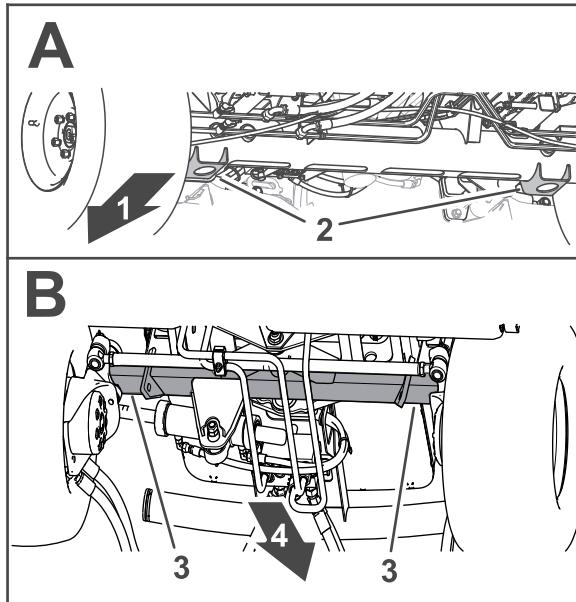

Рисунок 40
- Передняя часть – кронштейны домкратов в трубе переднего моста (Рисунок 40).